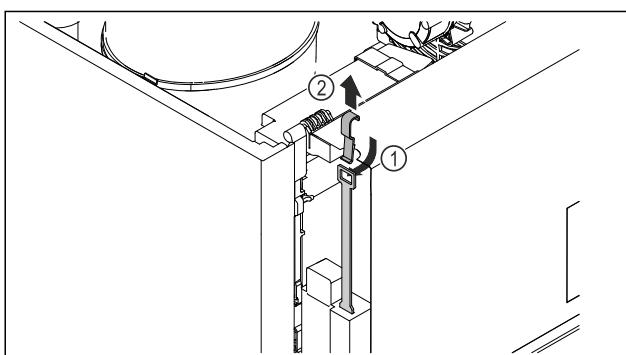

Fig. 209
- Вставьте ключ аварийной разблокировки сверху Fig. 209 (1), сцепите его с замком и потяните вверх Fig. 209 (2).